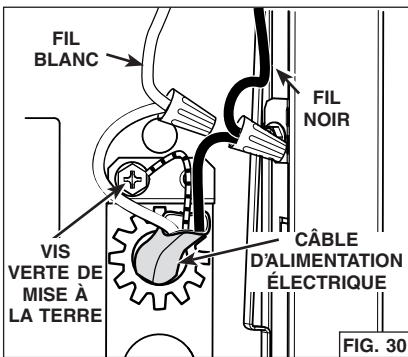

FIG. 30
- À l'aide de capuchons de connexion appropriés (non inclus), connecter les fils du câble d'alimentation électrique aux fils de la hotte comme suit : le fil NOIR au fil NOIR, le fil BLANC au fil BLANC et le fil VERT ou dénudé à la vis VERTE de mise à la terre (FIG. 30).